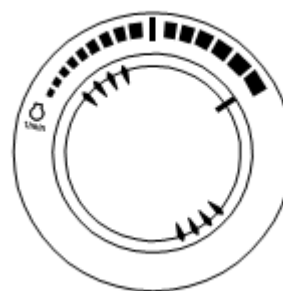

Рисунок 20
5. Установите регулятор скорости двигателя в положение «HIGH IDLE» («ВЫСОКИЕ ОБОРОТЫ ХОЛОСТОГО ХОДА»), см. рисунок 20.